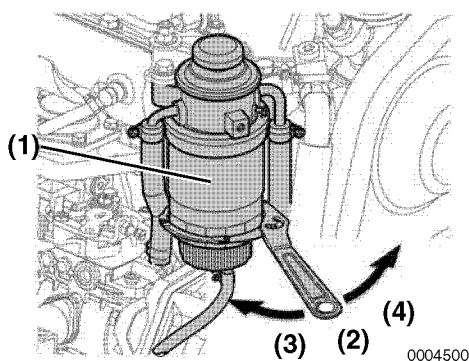

Figura 14
6. Remova a caixa do filtro (**Figura 14, (1)**) com uma chave de filtro (**Figura 14, (2)**).